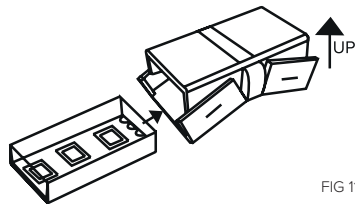

FIG 11.
12. Houd de connector zoals afgebeeld in fig 11. met de scharnierende gedeeltes aan de onderzijde en schuif de ledstrips volledig in de connector. Let op de polariteit, de + en - moeten overeen komen op beide ledstrips.